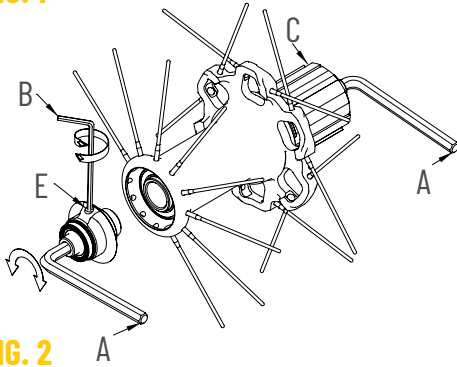

FIG. 2
- Sfilate il perno del mozzo posteriore (Fig.2); il corpo ruota libera (C) potete sfilarlo dal perno per poter effettuare la manutenzione (Fig.2).
- Allentate il grano (E) con una chiave a brugola da 2mm (B) (Fig.2).
- Richiudete il grano (E). Controllate la scorrevolezza della ruota.